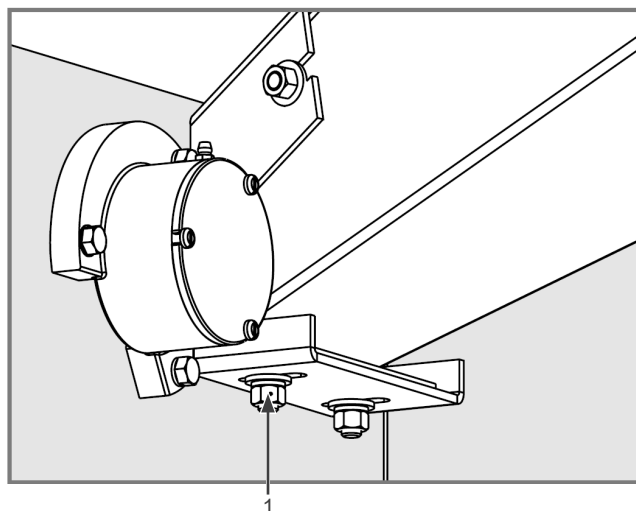
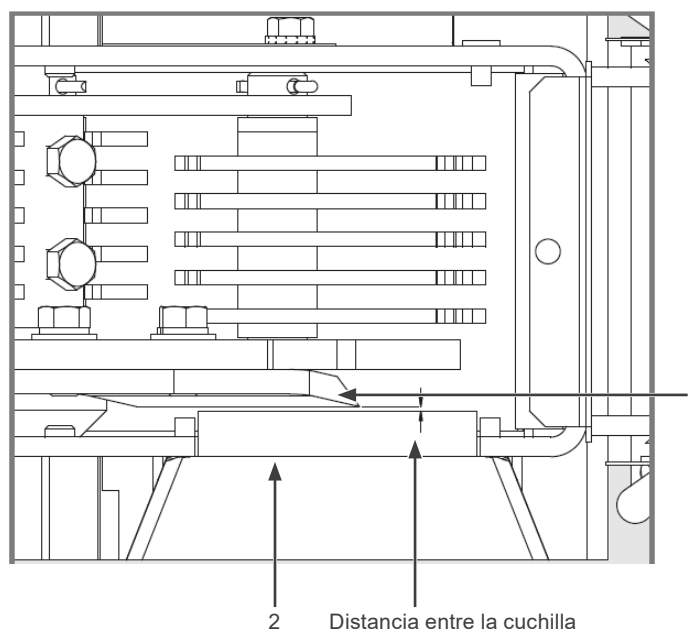

Figura 10.1: Cuchilla de contrapresión 1
Figura 10.2: Contracuchilla 2
El ajuste de la contra-cuchilla se realiza aflojando los 2 tornillos (1) de fijación, tal y como se muestra en la Figura 10.1 de la página 94, y desplazándola hasta que las cuchillas queden a una distancia de aproximadamente 1,5 mm de la contra-cuchilla, tal y como se muestra en la Figura 10.2 de la página 94. La contra-cuchilla debe afilarse cuando presente signos de desgaste.